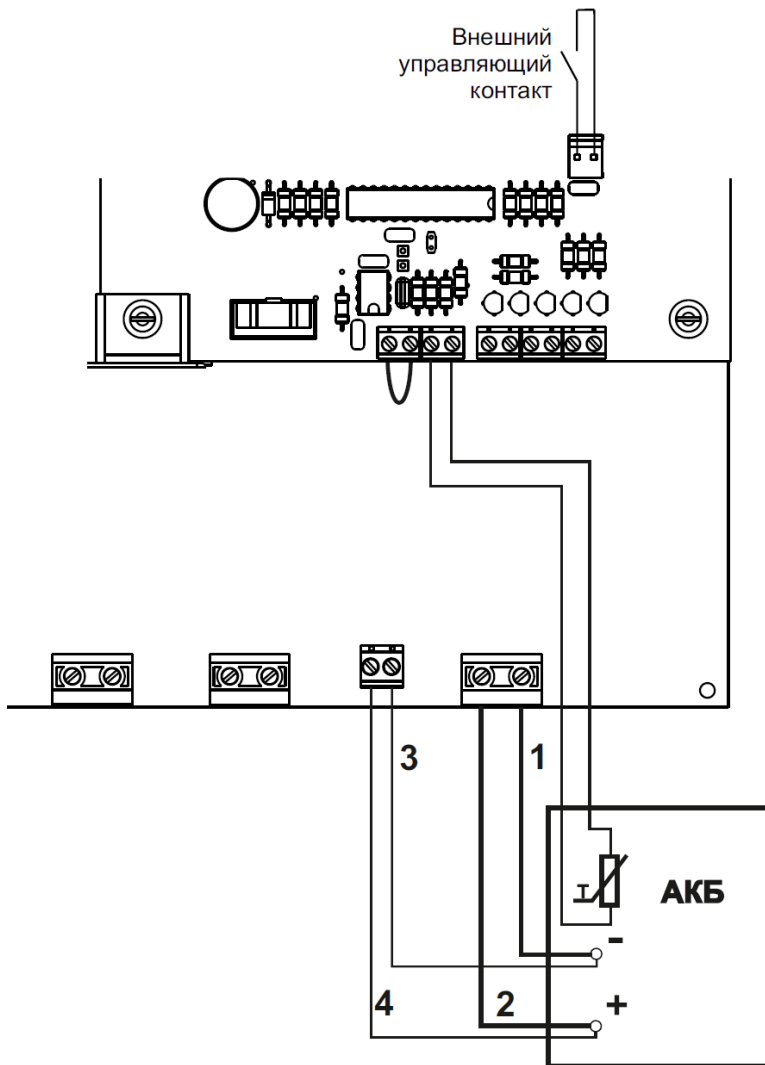

Рисунок 5 – Подключение АКБ, термодатчика и внешнего контакта
- при необходимости термокомпенсации напряжения заряда АКБ подключите термодатчик к контактам колодки «Термодатчик АКБ» (см. рисунок 5). Чувствительный элемент термодатчика закрепите на корпусе АКБ в непосредственной близости от клеммы «+» с помощью липкой ленты. Для корректной работы термодатчика необходимо обеспечить плотное прилегание чувствительного элемента датчика к поверхности корпуса батареи;
- подключить, соблюдая полярность, внешнюю АКБ номинальным напряжением 24В к изделию (см. рисунок 5).